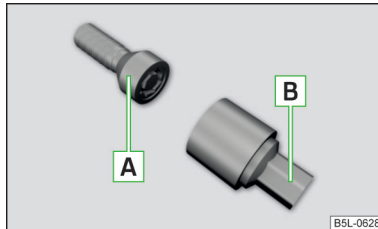

Abb. 320
Die Anti-Diebstahl-Radschrauben schützen die Räder vor einem Diebstahl. Diese lassen sich ausschließlich mit dem Aufsatzstück **B** » Abb. 320 **lösen/festziehen**.
- Den Radschlüssel bis zum Anschlag auf die Radschraube stecken. Für die Anti-Diebstahl-Radschrauben das zugehörige Aufsatzstück verwenden » Abb. 320 auf Seite 295.